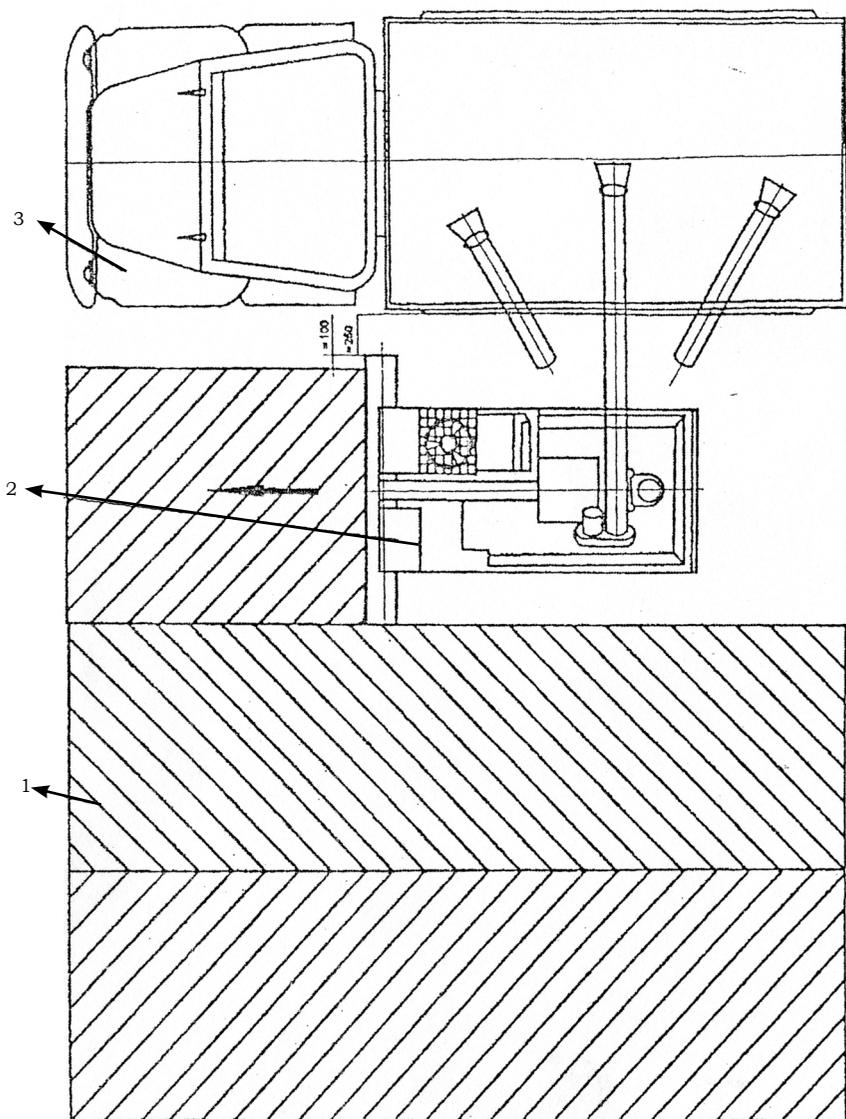

Рис. 6.4
6.9.1. Установите протравливатель непосредственно у бурта семян (рис. 6.4). Высота не менее 70 см.
6.10.4. Маневрирование протравливателя производите в соответствии с рис.6.4.